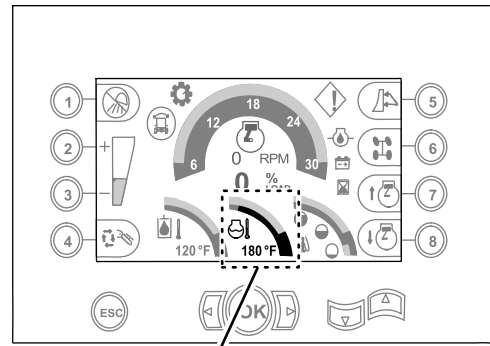

Figura 108
- C. Haga funcionar el motor durante cinco minutos, o hasta que la pantalla del centro de control indique una temperatura del refrigerante de 82 °C (180 °F), luego pare el motor (Figura 108).